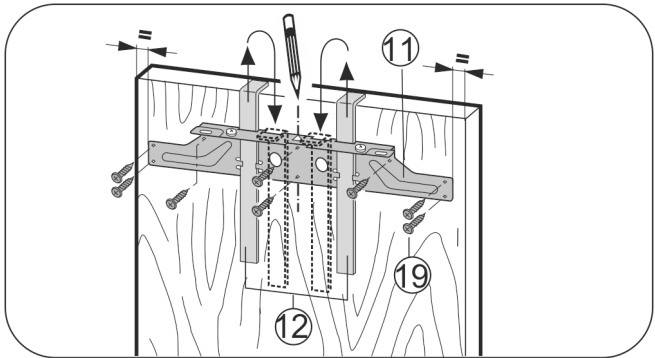

Fig. 18
- Ripusta kiinnityspoikkipuu Fig. 18 (11) asennusapujen Fig. 18 (12) avulla kalusteoven sisäpuolelle.
- Kohdista kiinnityspoikkipuu Fig. 18 (11) oven keskelle.
- Ruuvaa kiinnityspoikkipuu Fig. 18 (11) paikoilleen vähintään 6 ruuvilla Fig. 18 (19).
- Ruuvaa kiinnityspoikkipuu Fig. 18 (11) reunaan kiinni 4 ruuvilla Fig. 18 (19).
- Vedä asennusavut Fig. 18 (12) pois ylöspäin ja työnnä ne viereisiin kiinnitysaukkoihin käännettynä.